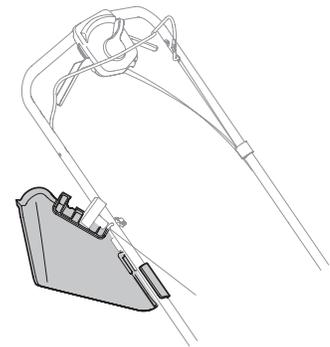

Figure 2-11
- Placez le déflecteur d'éjection sur la poignée lorsqu'il n'est pas utilisé. Voir Figure 2-11.